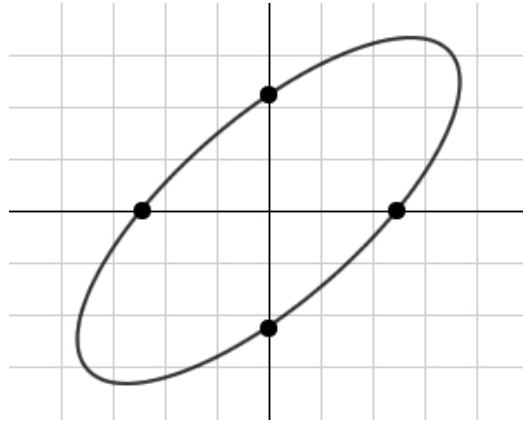

Figura 3: *Figura de Lissajous centrada sobre la pantalla con intersecciones marcadas.*
Por último, si quisiésemos hacer el proceso inverso, es decir, determinar la relación de frecuencias a partir de una imagen presentada en pantalla en modo $X-Y$ lo que debemos hacer es centrar la figura en la pantalla, tomando como eje coordenado las franjas centrales de la misma. En la *Figura 3* se muestra un ejemplo en el cual la pantalla muestra una figura que corresponde a un grado de defasaje de 45° .
En el ejemplo de la *Figura 3*, aplicando las ecuaciones (1) y (2), la relación resultará